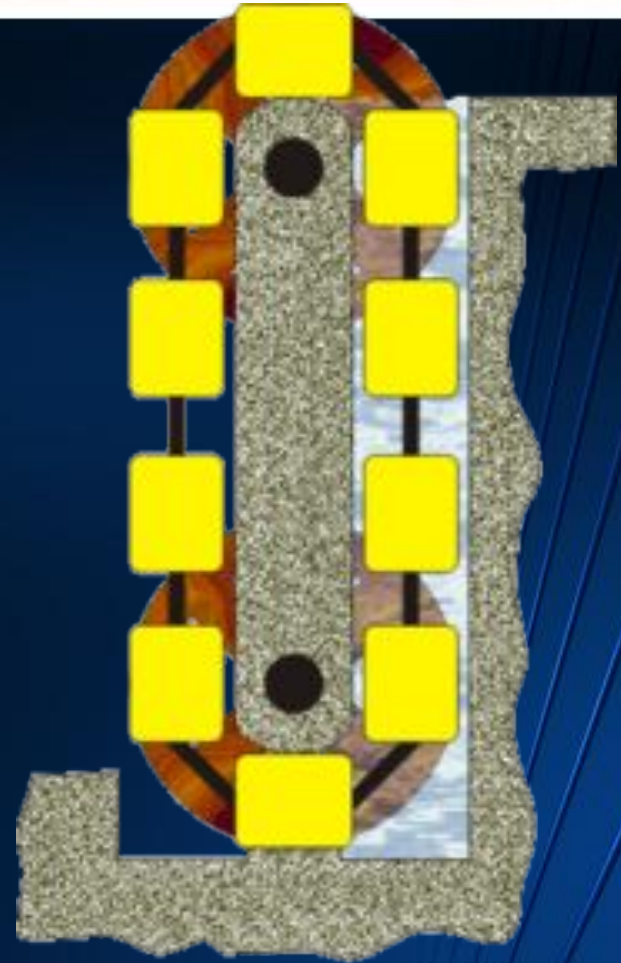

Рис. 2. Конструкция вечного двигателя, основанного на законе Архимеда
- На рис. 2 показано устройство ещё одного двигателя. Автор решил использовать для выработки энергии закон Архимеда. Закон состоит в том, что тела, плотность которых меньше плотности воды, стремятся всплыть на поверхность. Поэтому автор расположил на цепи полые баки и правую половину поместил под воду. Он полагал, что вода будет их выталкивать на поверхность, а цепь с колёсами, таким образом, бесконечно вращаться.